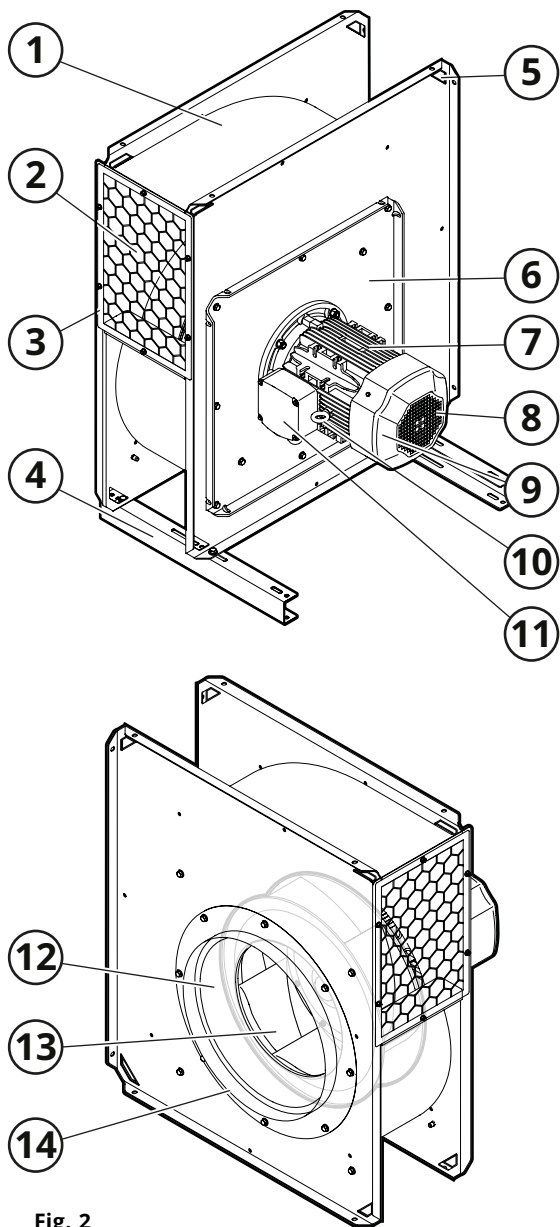

Fig. 2
Consulte la Fig. 2.
El aire se succiona a través de la entrada (14, Fig. 2) hasta el centro de la turbina (13). A continuación, el aire se succiona a través de la turbina y se evacúa en la salida del ventilador (2).